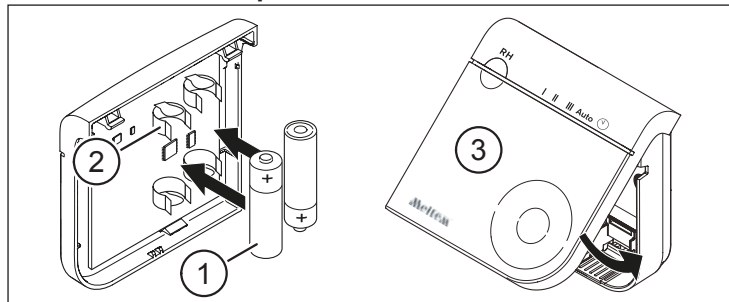

Fig. 3 : Insertion des piles et installation du couvercle
- ▶ Insérez les piles (pos. 1 dans Fig. 3) dans les supports de piles (pos. 2 dans Fig. 3) à l'arrière du couvercle. Une fois les piles insérées, toutes les DEL s'allument pendant 3 secondes. Ensuite, le capteur sans fil passe automatiquement en mode Connexion, la DEL d'état clignote en vert-rouge.
- ▶ Faites pivoter le couvercle vers le bas jusqu'à ce qu'il s'encliquette sur le boîtier (voir Fig. 3).